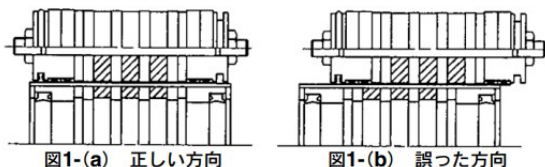

図1 移動子の方向性
- ① シリンダチューブより外部移動子、またはピストン移動子を取外すときは強制的に外部移動子とピストン移動子の位置関係をずらし保持力をなくした状態で取出してください。そのまま取出しますと直接マグネットが吸引しあいはずれなくなる恐れがあります。
- ② 上記の作業後、各移動子がはなれた状態で六角穴付ボルト(プレートA側)をはずすことによりシリンダチューブ、およびガイドシャフトA、BよりプレートAを外してください。(交換作業(パッキンなど)では、その他の部分は分解しないでください。エア漏れなどの原因となります。)
- ③ マグネット構成部(ピストン移動子、外部移動子)は絶対分解しないでください。保持力の低下、不具合発生の原因となります。
- ④ ピストン移動子と外部移動子は方向性(φ6、φ10および保持力Lタイプ)があります。図1を参照してください。外部移動子(スライドブロック)とピストン移動子を吸引させて図1-(a)の位置関係になるようにシリンダチューブに挿入します。(b)のようになったときは、ピストンのみ180°反転して挿入します。